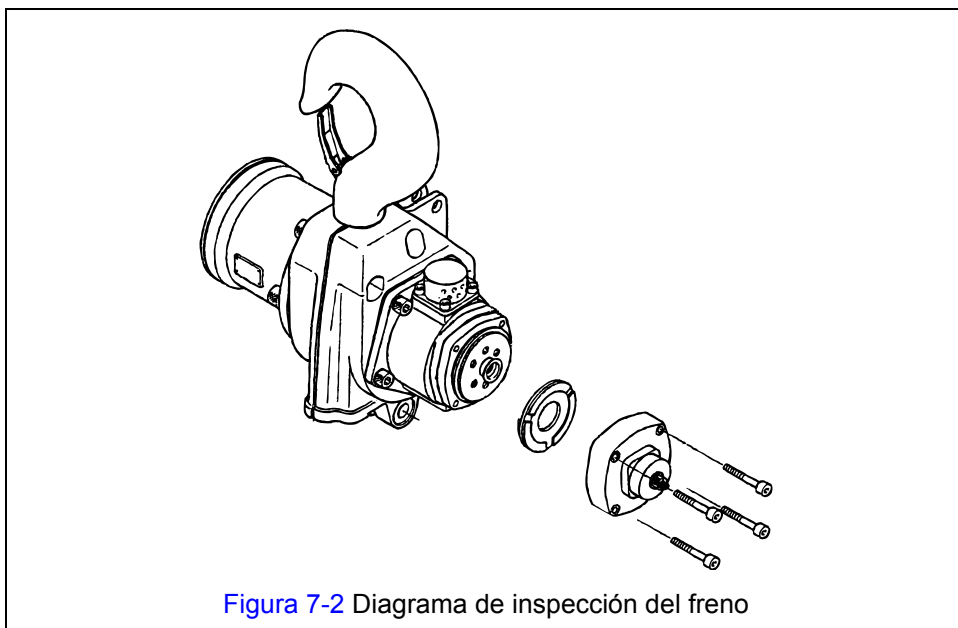

Figura 7-2 Diagrama de inspección del freno
- 7.2.3 A continuación se presenta el procedimiento de inspección del freno del polipasto/tecle de cadena. Consulte la Figura 7-2.